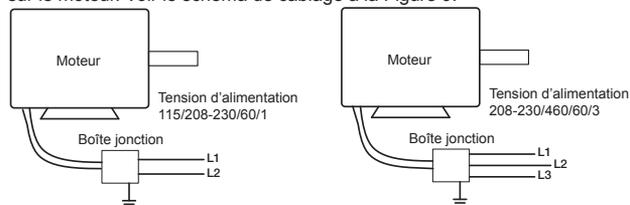

Figure 9
- Câbler le moteur pour la tension souhaitée conformément au schéma de câblage sur le moteur. Voir le schéma de câblage à la Figure 9.